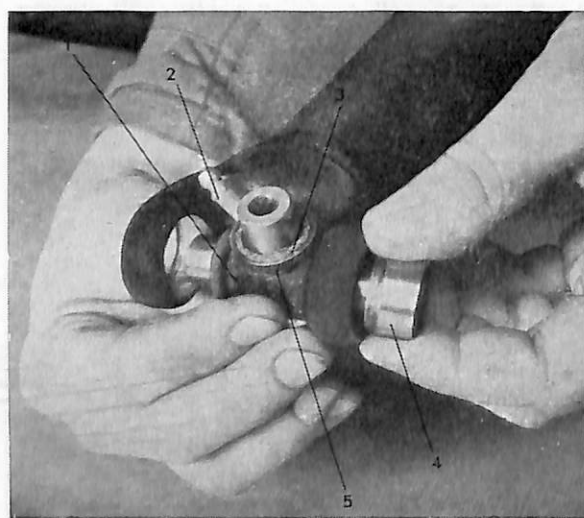

Bild 9. Hopsättning av kardanknut.
2. Sätt på nya korkpackningar (3, bild 9) och packningshållare (5) på axelkorsets tappar (korkpackningarna ytterst).
3. Träd i axelkorset (1) så att den kommer i samma läge som före demonteringen, bild 9. Se till att smörjnippeln (2) vändes som bilden visar.
4. Skjut över axelkorset åt ettdera hållet så långt att nållagret (4) kan skjutas på tappen.